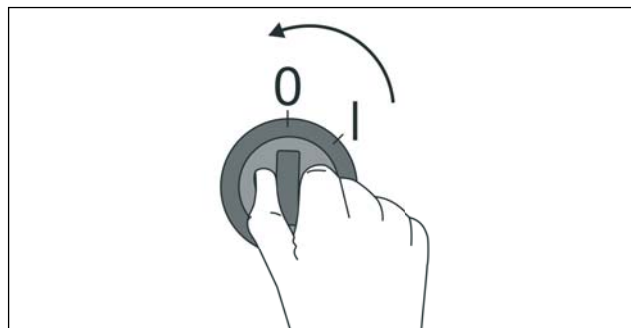

Рис. 12.1
Через 12 часов, убедитесь, что температура масла в картере компрессора превышает 10°C и в масле отсутствует растворенный хладагент, установите переключатель подачи питания, в положение «0» (Рис. 12.1).
2. Перевести переключатель подачи питания в положение «0» (Рис. 12.1).